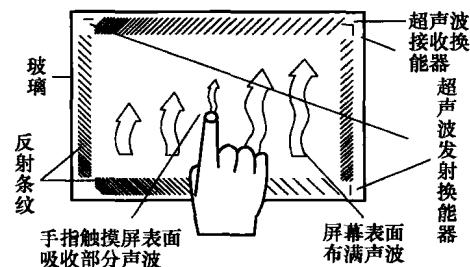

图1-3 表面声波式触摸屏的结构
(2) 表面声波式触摸屏 表面声波式触摸屏的结构与工作原理如图1-3所示。